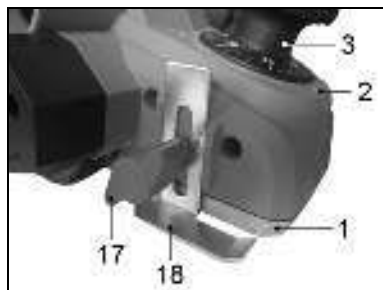

Рисунок 7.
7.2. Установка ограничителя глубины строгания (Рис. 7)